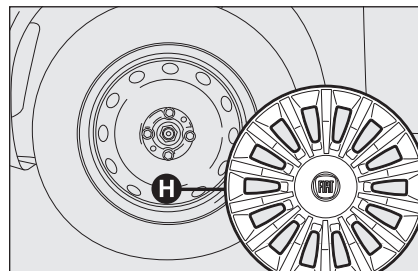

fig. 4
- ☐ enlever le carter de roue **H**-fig. 4 (versions avec jantes en acier), ou bien enlever le carter couvre-moyeu (versions avec jantes en alliage);